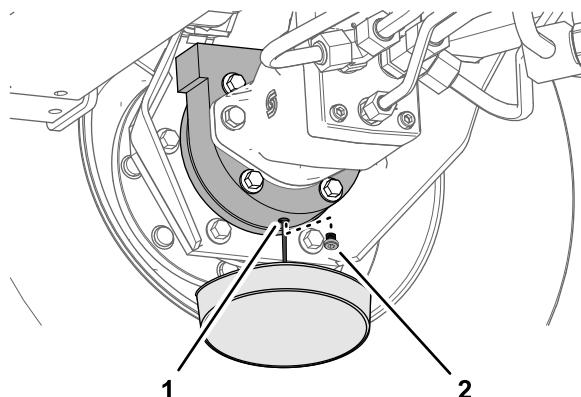

図 75
6. ブレーキハウジングの下に容器を置き、プラグを外してオイルを抜く図 75。